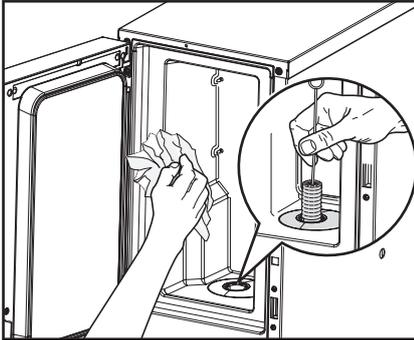

Fig. 25
4. Pulire la parte interna del vano refrigerante (fig. 25):